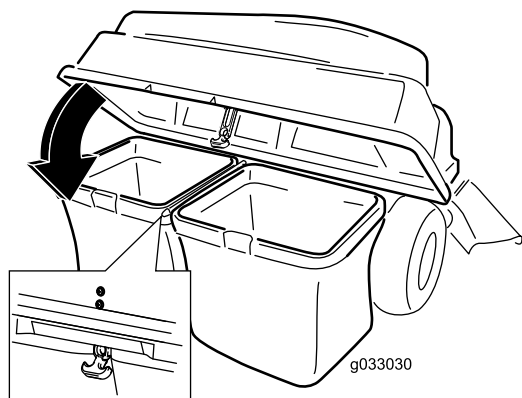

Figura 17
5. Spustite poklopac sakupljača na vreće (Figura 17).